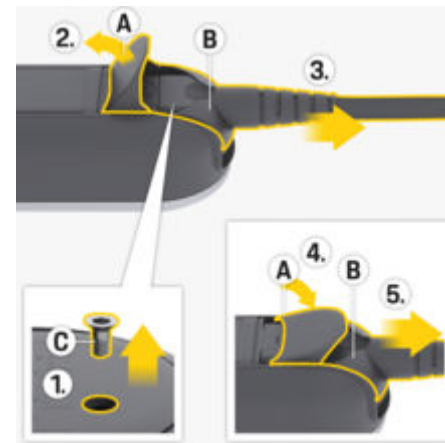

Abb. 13: Netzkabel lösen
1. Schraube **C** (Abb. 13) mit einem geeigneten Werkzeug lösen.
2. Klappe **A** (Abb. 13) ganz öffnen.
3. Stecker **B** (Abb. 13) bis zum ersten Widerstand herausziehen.
4. Klappe **A** (Abb. 13) bis auf etwa 15 Grad schließen (die Klappe kann auf Stecker **B** (Abb. 13) aufliegen).
5. Stecker **B** (Abb. 13) vollständig herausziehen.